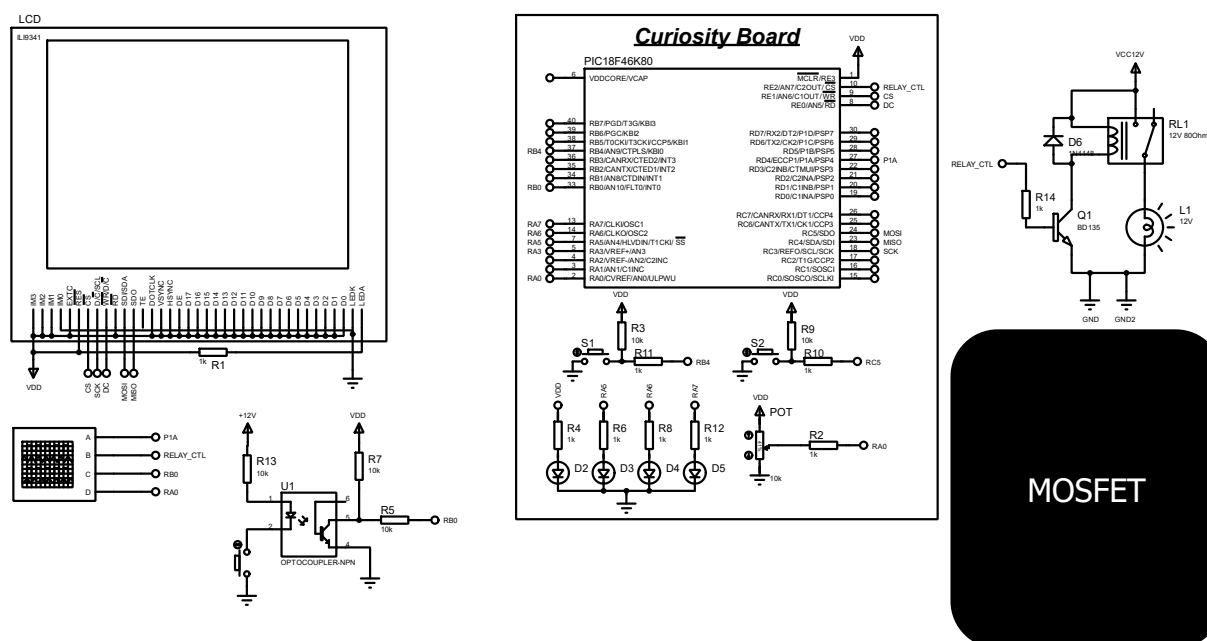

Figura 2 – Controlo de uma carga utilizando uma RELÉ.
3. Complete o circuito dado de acordo com a Figura 2, excepto o módulo RELÉ. O objetivo é controlar a carga L1 por intermédio de um relé, que por sua vez será ativada por um transistor a funcionar ao corte/saturação. Configure a resistência do relé para  $80\Omega$  e a resistência da lâmpada para  $4\Omega$ . Utilize a saída RE2 do microcontrolador.